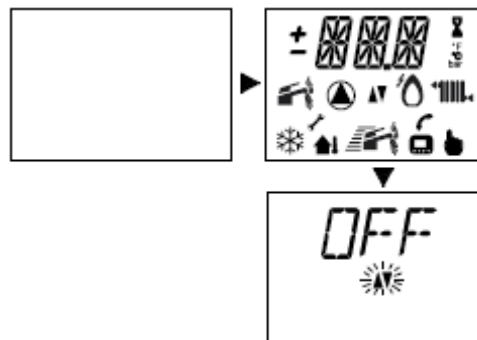

рис. 2.2
- На дисплее LCD последовательно отобразится: см. рис. 2.2